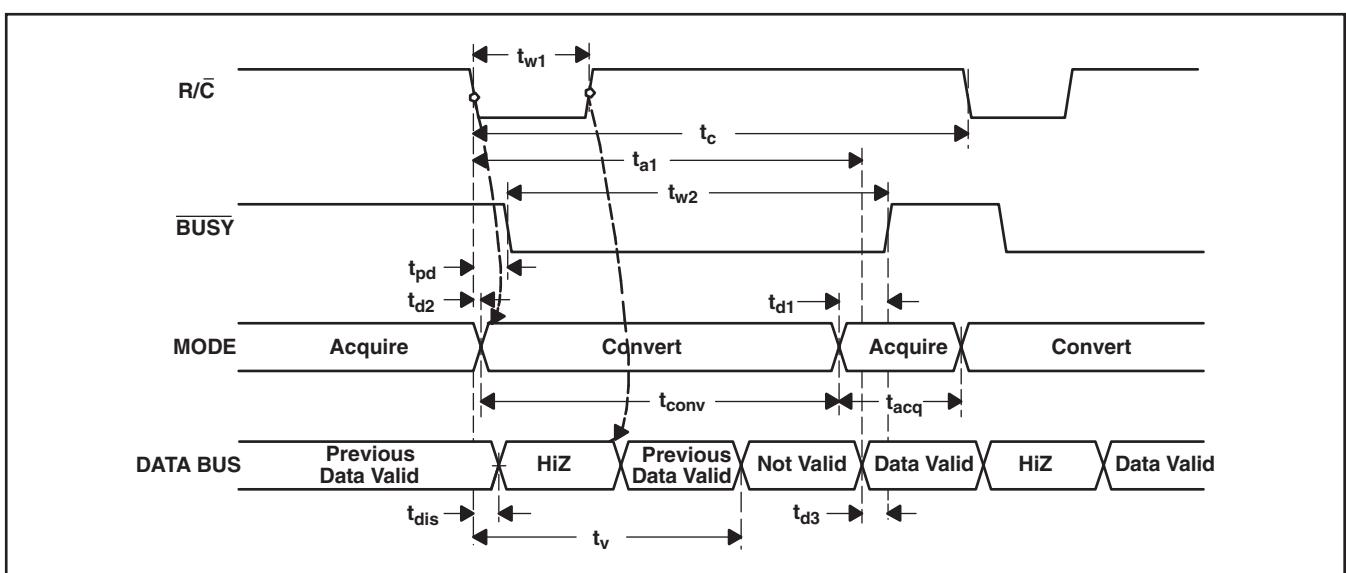
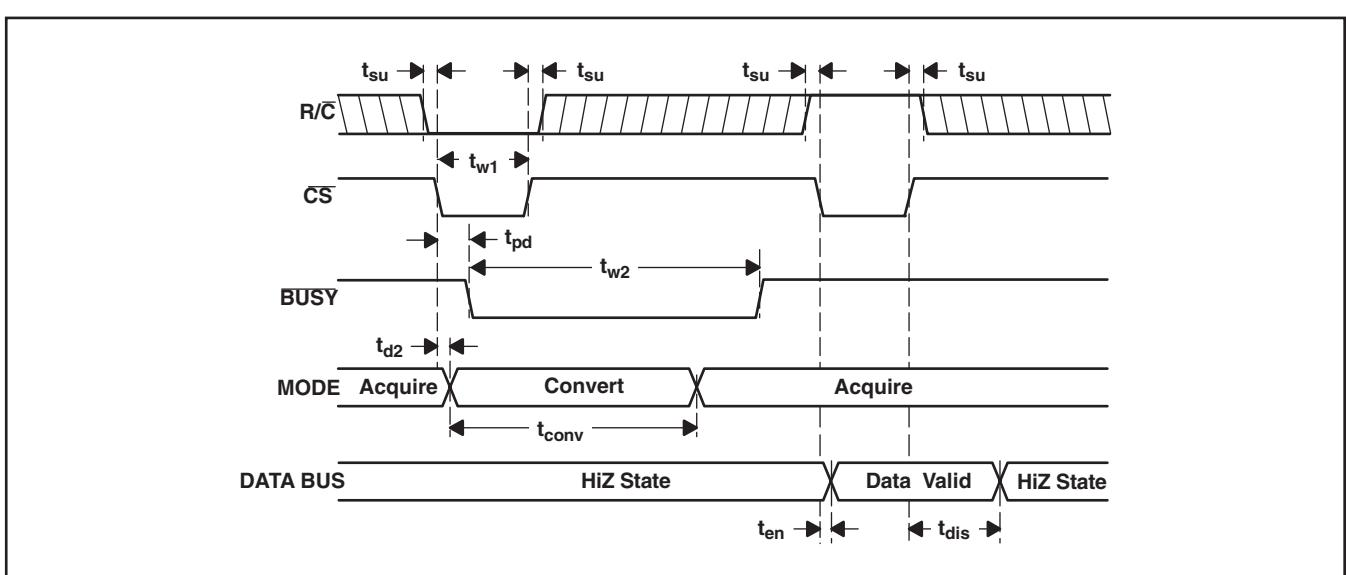
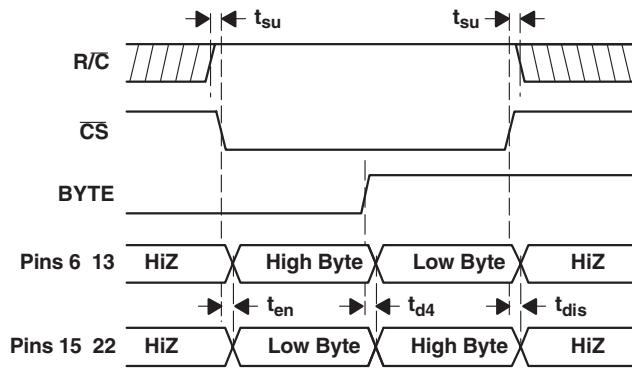

図 21. 変換後の出力イネーブルの変換タイミング( $\overline{CS}$ を“Low”に固定)
図 22.  $\overline{CS}$ を使用する場合の変換およびリード制御のタイミング
図 23. データ・バスの制御にCSとBYTEを使用
ADS8515は変換の終わりに入力信号のトラッキングを始めるので、変換コマンドの間隔を4μs確保すると、信号の変化に正確に追従したアクイジションとすることができます。 $\overline{CS}$ , R/CおよびBUSYの各状態については表1を、タイミング図は図21、図22、および図23を参照してください。
(1) 変換“n-1”からの有効データに関する制約については、図21および図22を参照。
変換“n”が完了して出力レジスタが更新された後、BUSY(26ピン)が“High”になります。このとき、変換“n”的有効データは、D15~D0(6~13および15~22ピン)で得られます。BUSYの“High”になるのを利用してデータをラッチすることができます。以上のタイミング仕様については、表3と図21、図22、および図23を参照してください。
変換“n”が開始された後、変換“n-1”的有効なデータを読み取ることができます。このデータは変換“n”的開始から最大tvまで有効です。変換“n”的開始のtv後からBUSY(26ピン)が“High”になるまでの間、データの読み取りを行なってはいけません。これは、無効データを読み取ることになります。以上のタイミング仕様については、表3と図21、図22、および図23を参照してください。
CSを“Low”に接続しながら、R/Cの立ち下がりエッジを変換開始に使用し、R/Cの立ち上がりをコンバータの出力モードのイネーブルに使用すると、制御ラインの数を低減することができます。これについては図21をご覧ください。